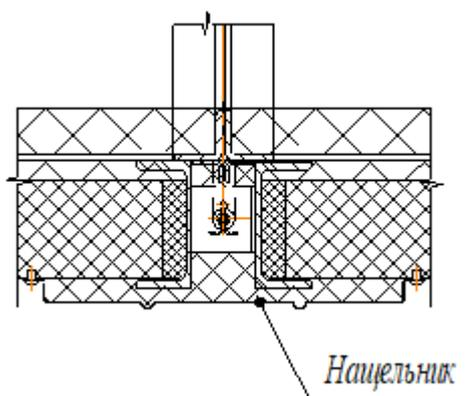

Рисунок 20
- 3.10.3. Верхний стык утеплить базальтовой минплитой (плотность 25-45 кг/м3) и закрыть стык нащельником, закрепив его комбинированными заклепками, смотри рисунок 20.